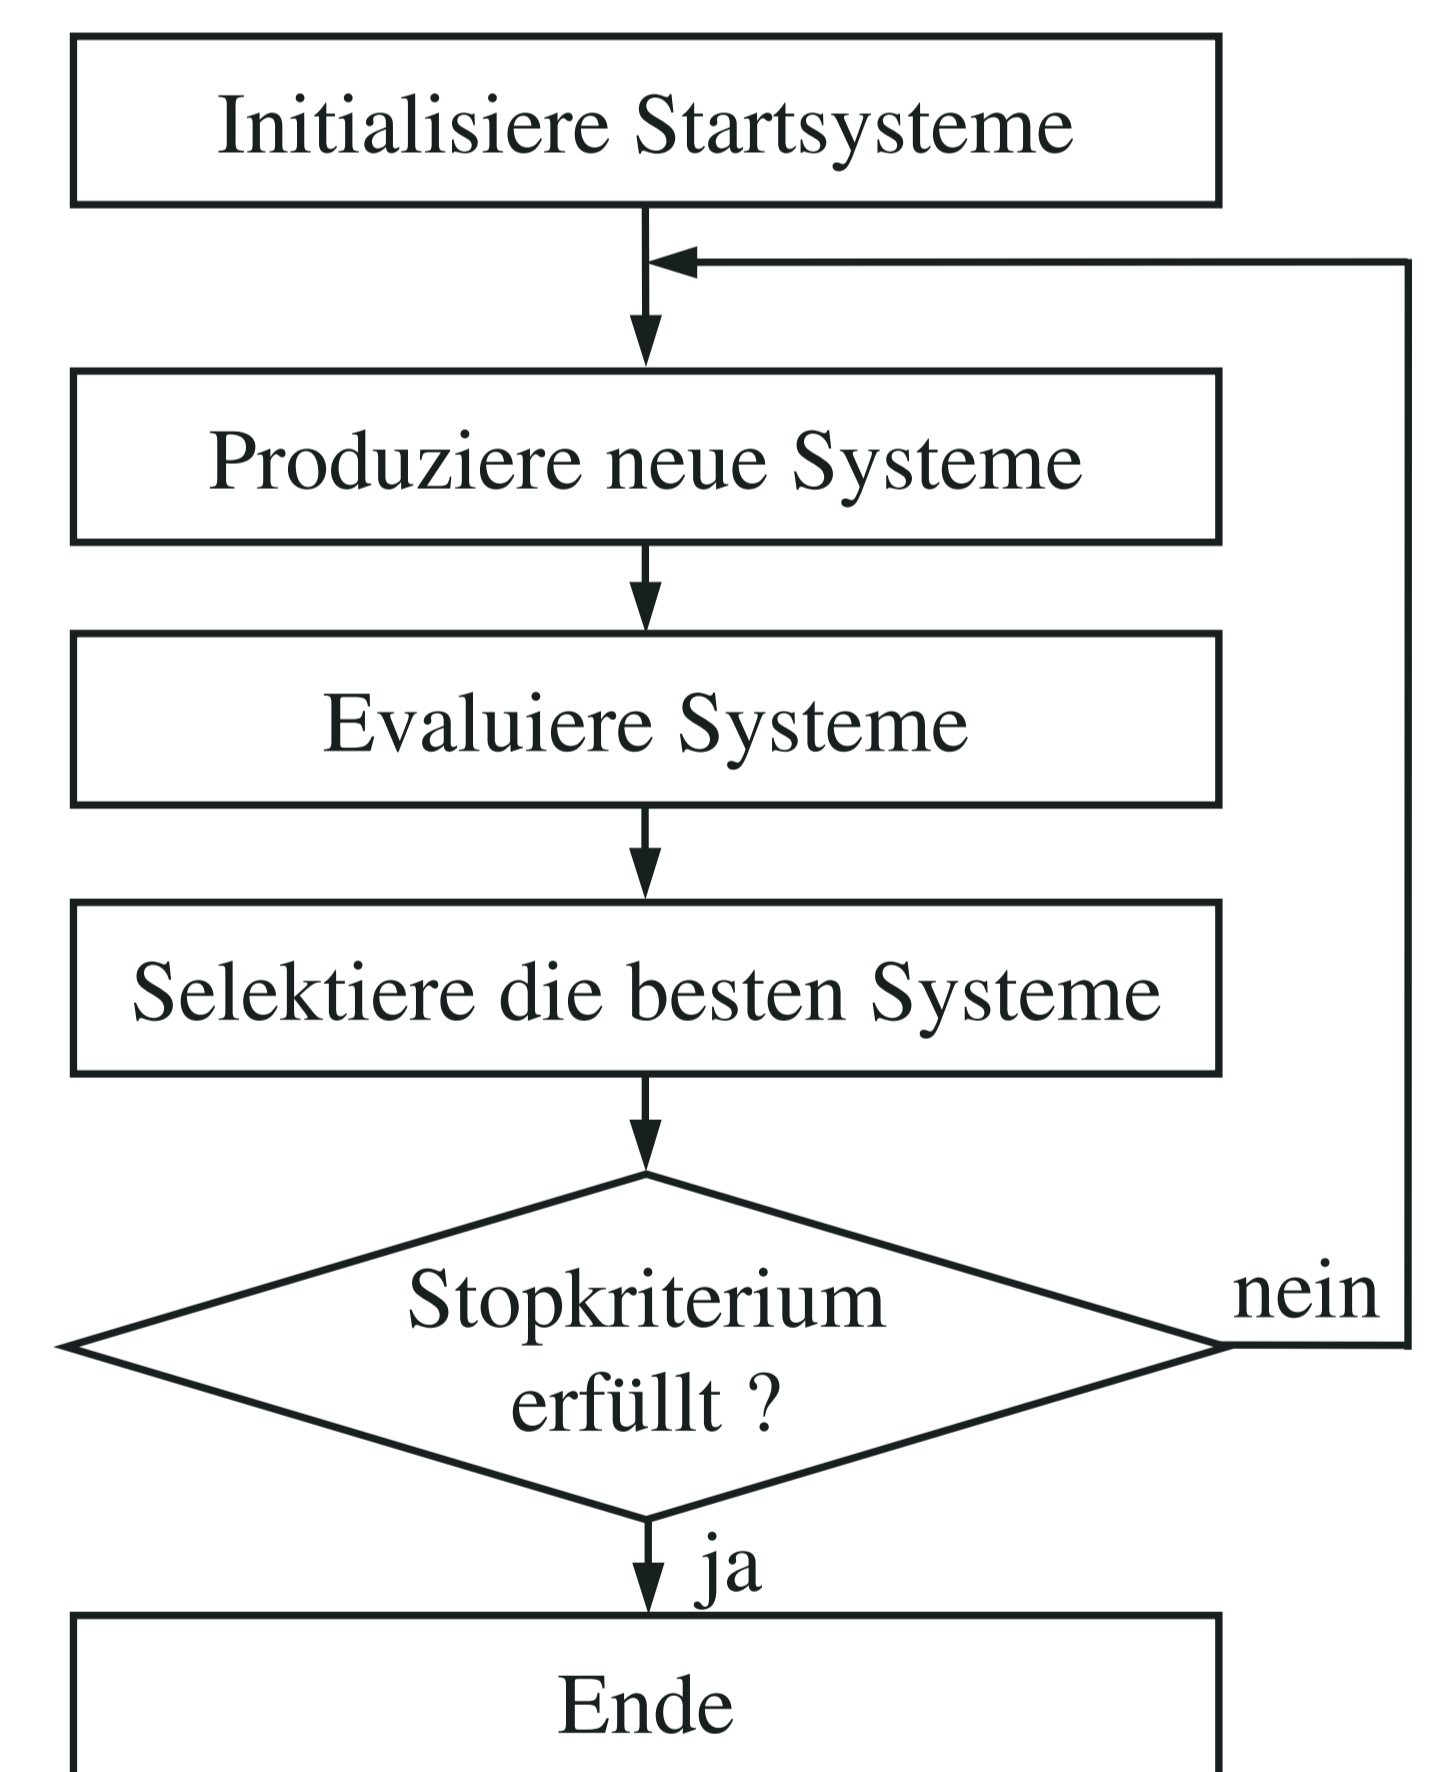

Abbildung 2: Ablaufdiagramm der einzelnen Programmschritte der Optimierung mit SCADS
- ✓ Genetische Programmierung (GP) bildet Strukturen durch Einfügen und Mutieren von Blöcken
- ✓ Evolutionsstrategien (ES) oder andere Verfahren optimieren die Parameter (Abbildung 2)